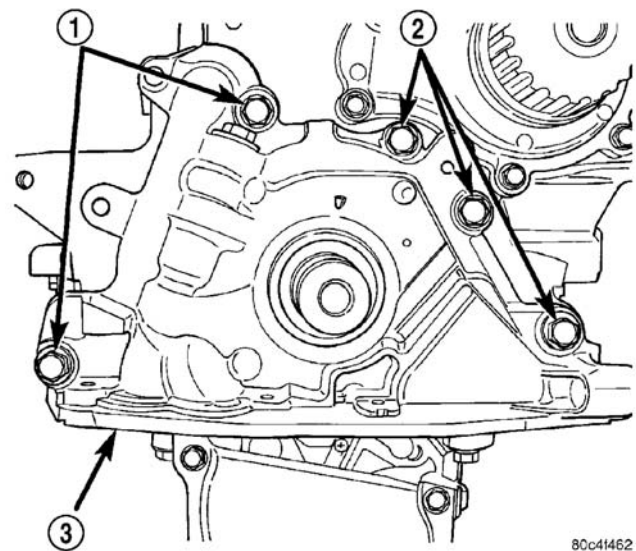

图 93 油泵
- （8）卸下油泵（图 93）及曲轴前油封。
(3) 安装前，用机油启动加注机油泵。
(4) 将机油转子平面与曲轴上的平面对齐。将机油泵安装至缸体(图 93)。